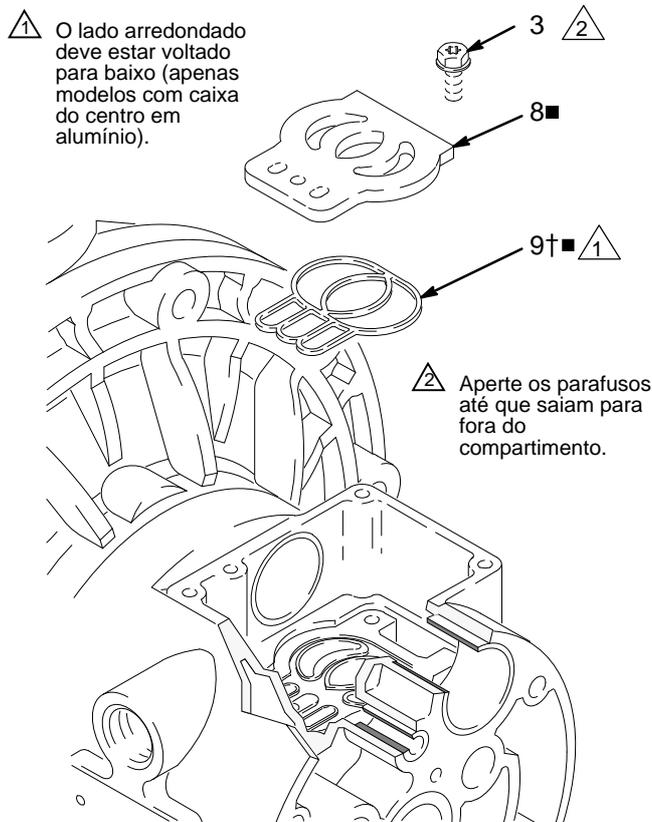

FIG. 9
5. Inspeção a placa da válvula (8■) no local. Se danificados, use uma chave de fenda Torx (T20) ou uma chave de tubo de 7 mm (9/32 pol.) para remover os três parafusos (3). Remova a placa da válvula (8■) e, apenas nos modelos com caixa com centro em alumínio, retire o vedante (9). Consulte a FIG. 9.
2. Em modelos de compartimento com centro em alumínio, instale o vedante da placa da válvula (9) no encaixe na parte inferior da cavidade da válvula. O lado arredondado do vedante **tem de estar virado para baixo** na ranhura. Consulte a FIG. 9.
3. Instale a placa da válvula (8) na cavidade. Em modelos de caixa com centro de alumínio, a placa é reversível, para que os dois lados possam estar virados para cima. Instale os três parafusos (3), utilizando uma chave Torx (T20) ou chave de caixa de 7 mm (9/32 pol.). Aperte os parafusos até que saiam para fora do compartimento. Consulte a FIG. 9.